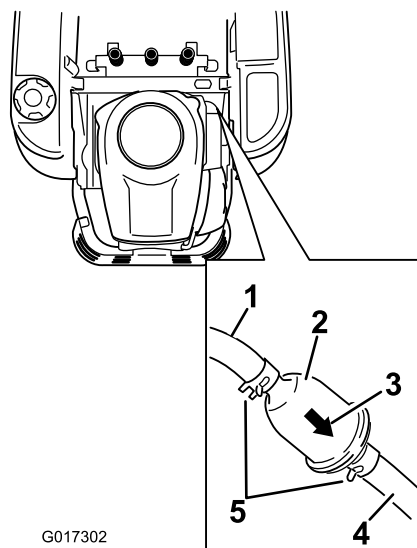

Figure 36
3. Soulevez le siège et localisez les filtres à carburant, comme illustré à la Figure 36.
4. Pincez les extrémités des colliers et faites-les glisser pour les éloigner du filtre (Figure 36).
6. Posez un filtre neuf en veillant à orienter la flèche indiquant le sens d'écoulement vers le moteur. Rapprochez les colliers de flexibles du filtre (Figure 36) pour le fixer en place.